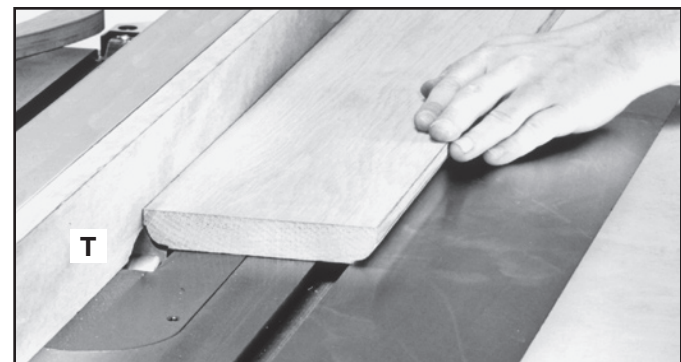

FIG. 72
2. Cuando use el cabezal portacuchilla para moldura, agregue un revestimiento de madera (T) al frente de la guía de corte (Fig. 72). El revestimiento de madera se sujeta a la guía con tornillos, a través de los orificios que se hacen en la guía. Cualquier material de 19 mm (3/4 pulg) de espesor es adecuado para la mayoría de los trabajos, aunque algunos trabajos pueden requerir revestimientos de 250 mm (1 pulg).